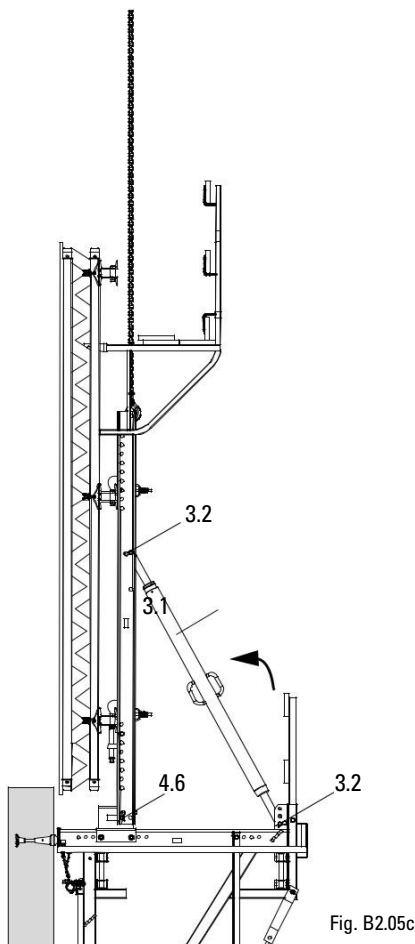

Fig. B2.05c
Стандартно: използвайте отворите в трегера към стената. (Fig. B2.05c)
5. Закрепете направляващия шпиндел 164-224 (3.1) към конзолата с болтове и щифтове (3.2). Развийте на прибл. размер и закрепете към трегера. (Fig. B2.05c)